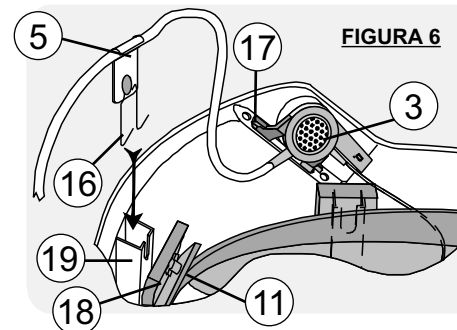

FIGURA 6
Enganchar ambos extremos de la lira (15) en las aberturas (17) del casco. El altavoz (3) debe quedar orientado como se indica en la figura 6.
Insertar el gancho de anclaje (16) con su soporte de seguridad del cable (5) en la cavidad (19) según el sentido indicado en la figura 6.